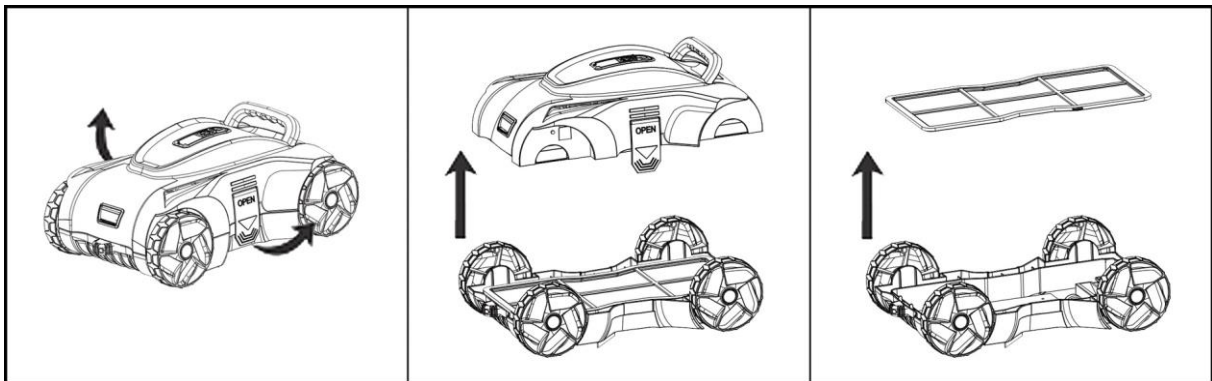

Fig. 5
- Aprire il dispositivo nei due punti di fissaggio per rimuovere il coperchio e l'elemento filtrante (Fig. 5).